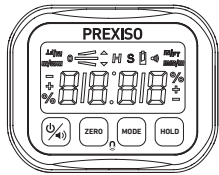

FIG. 1
a. Spegner l'apparecchio. Collocare l'apparecchio su una superficie solida, piana e liscia. (FIG. 1).